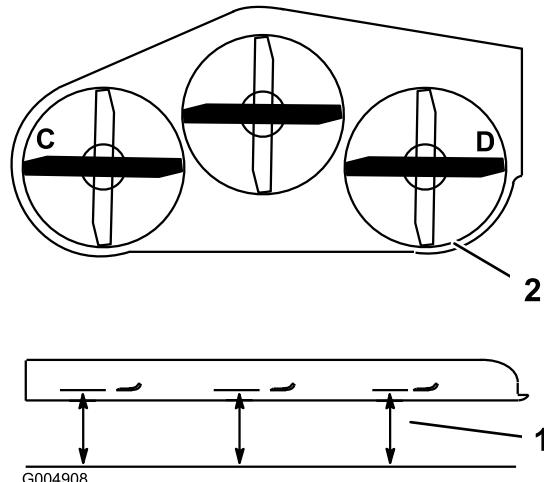
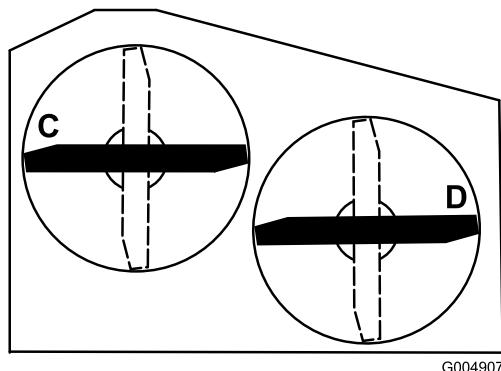

Figura 67
Figura 68
2. Coloque las cuchillas en posición lateral. Mida en las posiciones **C** y **D** desde una superficie nivelada hasta el filo de corte de los extremos de la cuchilla (Figura 67). Para las plataformas de cortacésped de 36 pulgadas, consulte la Figura 68.